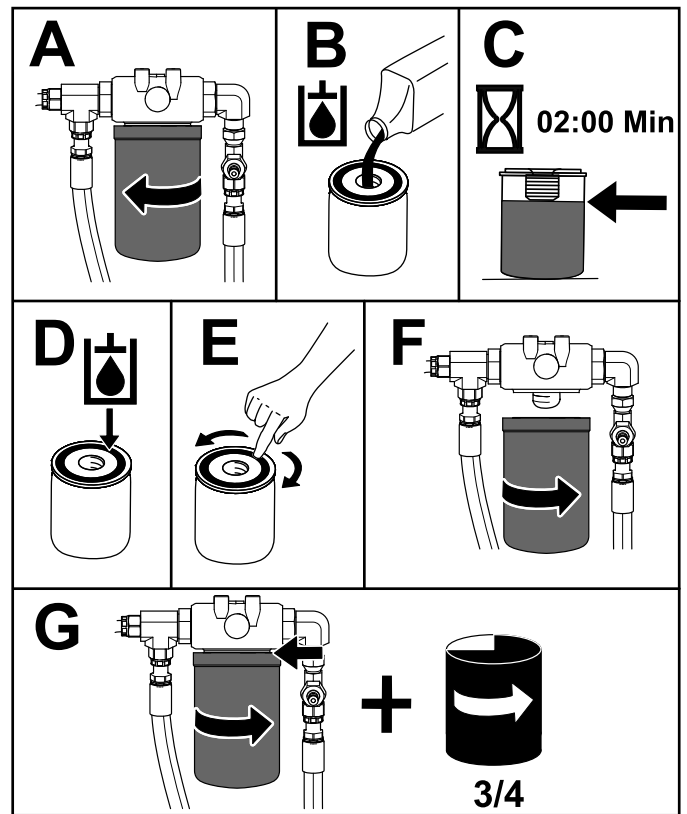

Figura 76
9. Coloque un recipiente debajo del filtro trasero y cambie el filtro (Figura 76).